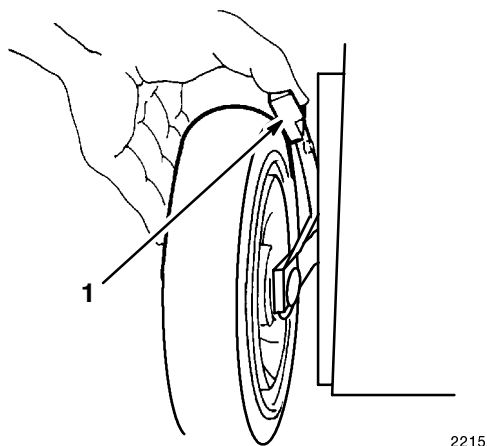

Figure 17
4. Serrer le levier de hauteur de coupe contre la roue et l'amener dans la position voulue (Fig. 17). Vérifier que l'ergot du levier est bien engagé dans l'encoche du carter de tondeuse.